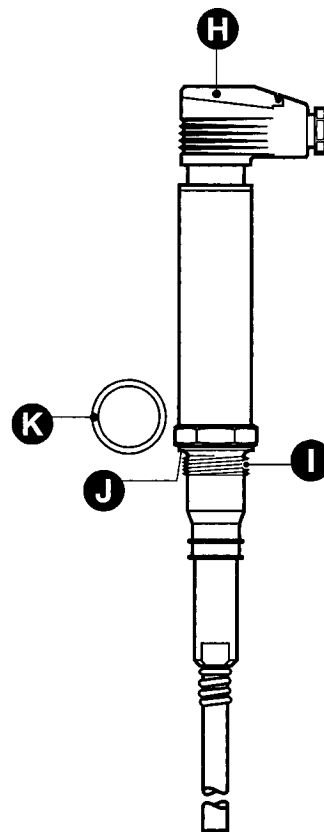

Fig. 6
2. Beiliegenden Dichtring **K** auf den Dichtsitz **I** der Elektrode legen. Fig. 6